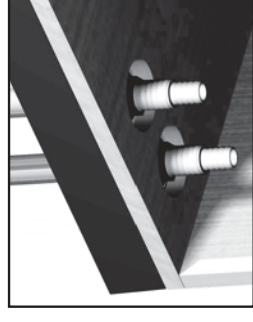

FIG. 5
4. Inserte el filtro de alimentación (S) en el tubo de conexión (A) (Fig. 5).